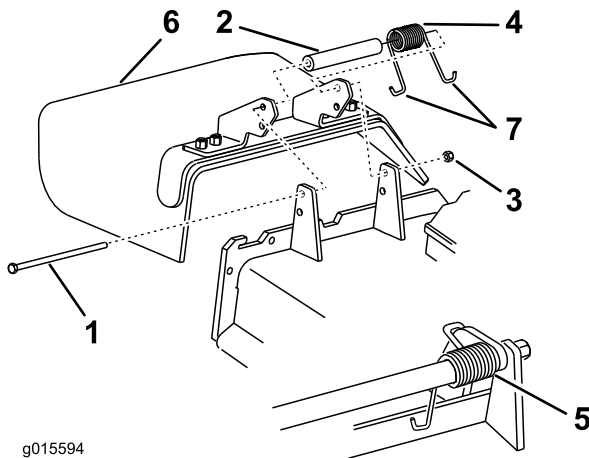

Figure 62
1. Retirez le contre-écrou, le boulon, le ressort et l'entretoise qui fixent le déflecteur aux supports de pivot (Figure 62).
**Remarque:** Prenez soin de placer une extrémité en J du ressort derrière le bord du plateau avant de mettre le boulon en place, comme indiqué à la Figure 62.
6. Accrochez une extrémité en J du ressort au déflecteur d'herbe (Figure 62).